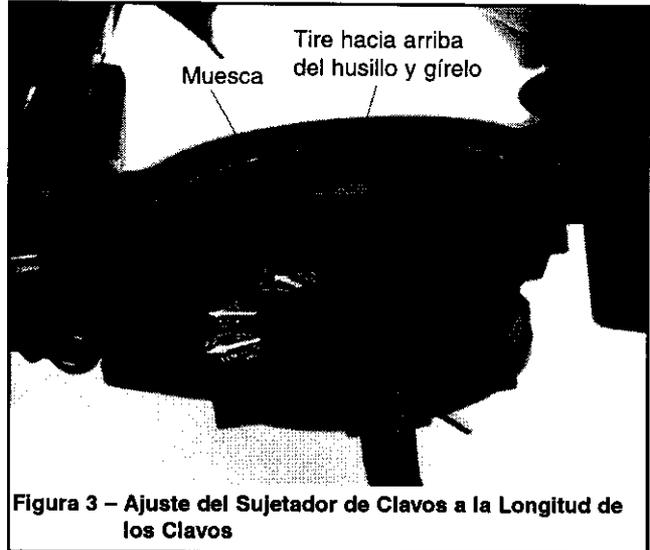

Figura 3 – Ajuste del Sujetador de Clavos a la Longitud de los Clavos
- El sujetador de clavos deberá estar ajustado a la misma longitud de los clavos que se utilizarán. Tire hacia arriba del husillo del sujetador de clavos y gírelo. El indicador de flecha que corresponde al tamaño de los clavos que se utilizarán deberá estar alineado con la muesca en el depósito. Suelte el husillo del sujetador de manera que quede ajustado en su posición (véase la Figura 3).